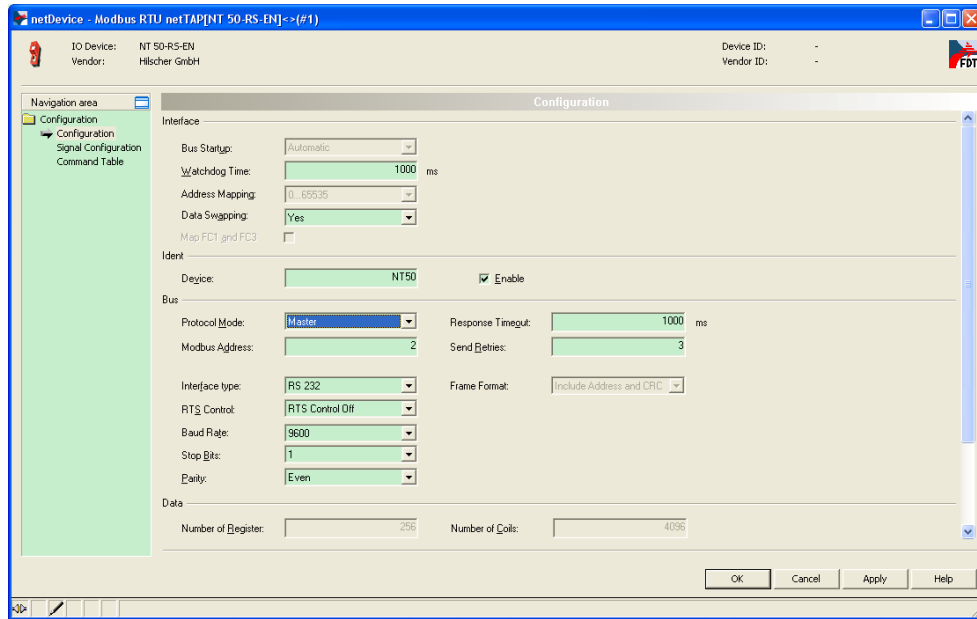

图 25
9) 将 Protocol Mode 参数设置为 Master，则网关配置为 Modbus 主站，此时增加了一个主站命令表，如图 25 所示。